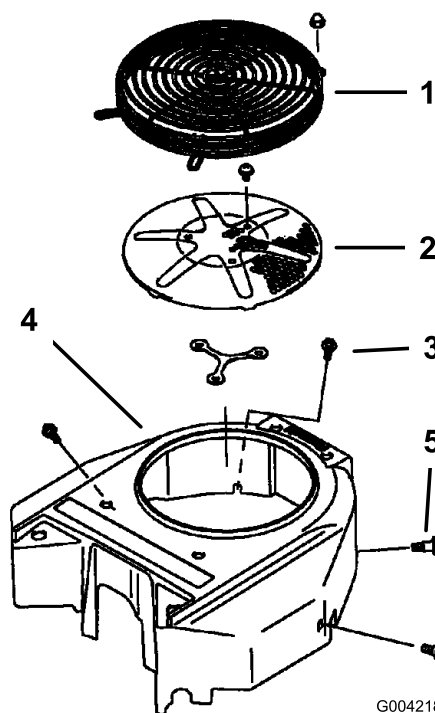

Figure 71
5. Remettez la grille d'entrée d'air, le lanceur et le carter du ventilateur (Figure 71).
3. Déposez la grille d'entrée d'air, le lanceur et le carter du ventilateur (Figure 71).